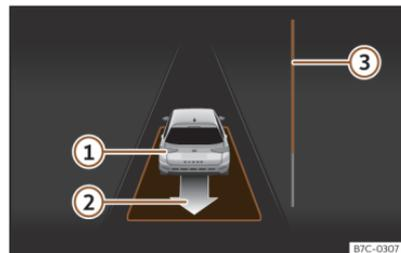

Fig. 136 Sur l'écran du combiné d'instruments : sortir d'une place de stationnement en créneau.
- Reculez jusqu'à ce que retentisse le signal continu du ParkPilot ; **OU** : reculez jusqu'à ce que l'indication de passer en marche avant apparaisse sur l'écran du combiné d'instruments. La barre de progression >>> **fig. 136**  indique la distance à parcourir.